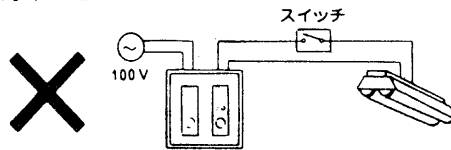

図12
- この器具の負荷側にスイッチや開閉器などを接続し負荷を点滅するのはおやめください。全光スタート機能が働かず、寿命が短くなるばかりか点灯しない場合があります。(図12)